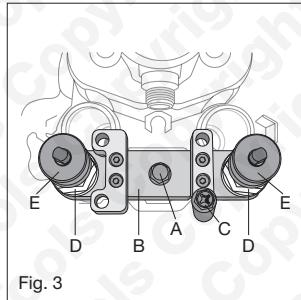

Fig. 3
4. Référez-vous à la figure 3 : Placer l'outil Laser 7084 (**B**) au-dessus de la paire d'injecteurs. Maintenir en place avec les vis **A** et **C** (ne visser initialement que quelques filets).